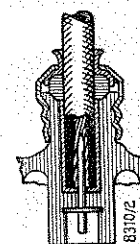

Bild 8
3. Gummiring und Hülse herunterschieben, bis sie aufsitzen und mit Uebwurfmutter befestigen (Bild 8).